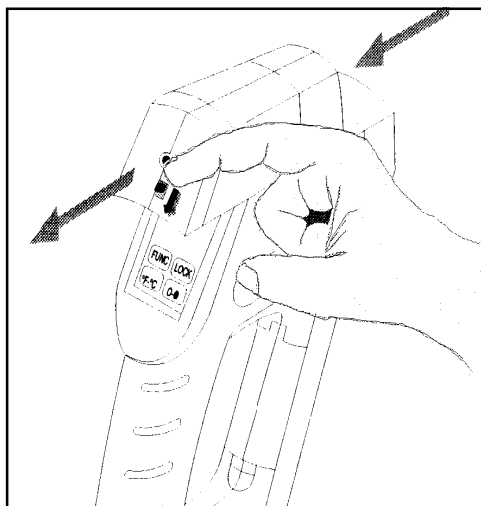

Figure 3-8 : Retrait du module du Viseur Laser hors du thermomètre
2. Pousser vers le bas le levier situé sous le voyant M/A à LED du viseur laser et glisser le module du viseur vers l'arrière (vers vous) hors du thermomètre. Relâcher le levier. Voir la description du retrait du module sur la Figure 3-8 ci-dessous.